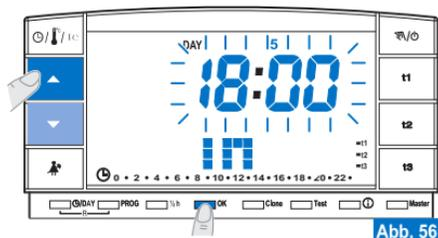
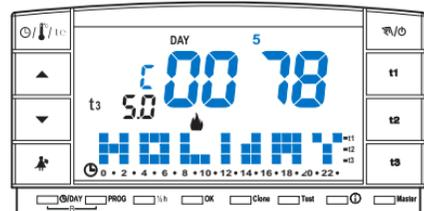

Abb. 56
Abb. 57
- Auf dem Display erscheint (blinkend) die Stunden, in der die Zählung enden soll (rückkehr in die Wohnung); stellen Sie mit den Tasten ▲▼ die gewünschte Stunde ein; bestätigen Sie die Einstellung mit der OK-Taste (Abb. 56 auf der nächsten Seite).
- Nach Abschluss der Dateneingabe und Bestätigung mit der **OK**-Taste (Beispiel in Abb. 56) können auf dem Display **zwei verschiedene Anzeigen** erscheinen (in Abhängigkeit der eingegebenen Daten).
- Bei Drücken der **OK**-Taste (Beispiel in Abb. 56) beginnt die Raumthermostatur den Countdown, und das Programm behält die eingestellte Temperatur **t3** Abwesenheit (Werkseinstellung: 5°C im Modus "Winter" und 33°C im Modus "Sommer"; diese können beide programmiert werden, wie im Abschnitt 5.6 erläutert) bis zum Ablauf der programmierten Stunden bei, und auf dem Display werden die Anzahl der noch verbleibenden Stunden bis zum Programmende sowie die Meldung **HOLIDAY** angezeigt (Beispiel in Abb. 57).
- Bei Drücken der **OK**-Taste (Beispiel in Abb. 56) kehrt die Raumthermostatur zu dem Programm zurück, das vor Programmierung des Programms **P 04** aktiv war, und sie behält dieses solange bei, bis letzteres gestartet wird.
Erinnerung daran, dass sich das Programm im Wartezustand befindet. Nach Ablauf dieser Zeit beginnt die Raumthermostatur den Countdown, und das Programm behält die eingestellte Temperatur **t3** Abwesenheit (Werkseinstellung: 5°C im Modus "Winter" und 33°C im Modus "Sommer"; diese können beide programmiert werden, wie im Abschnitt 5.6 erläutert) bis zum Ablauf der programmierten Stunden bei, und auf dem Display werden die Anzahl der noch verbleibenden Stunden bis zum Programmende sowie die Meldung **HOLIDAY** angezeigt (Beispiel in Abb. 57).